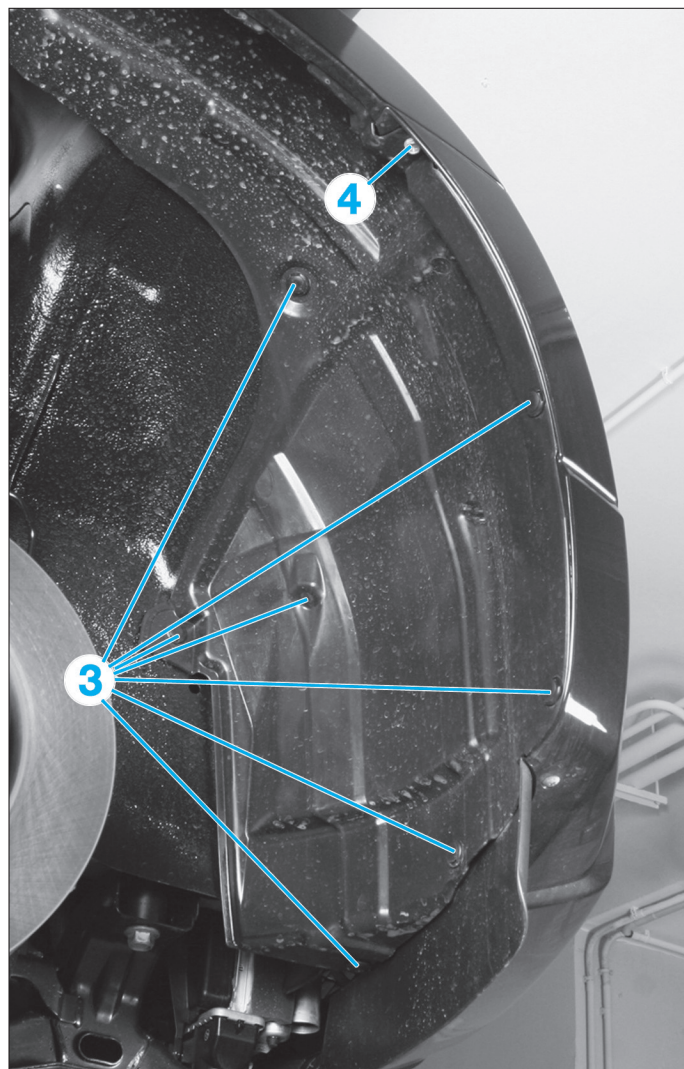

FIG. 5
- les agrafes (3) de fixation du pare-boue (Fig.5).
- la vis de fixation (4) située à droite et gauche du bouclier.